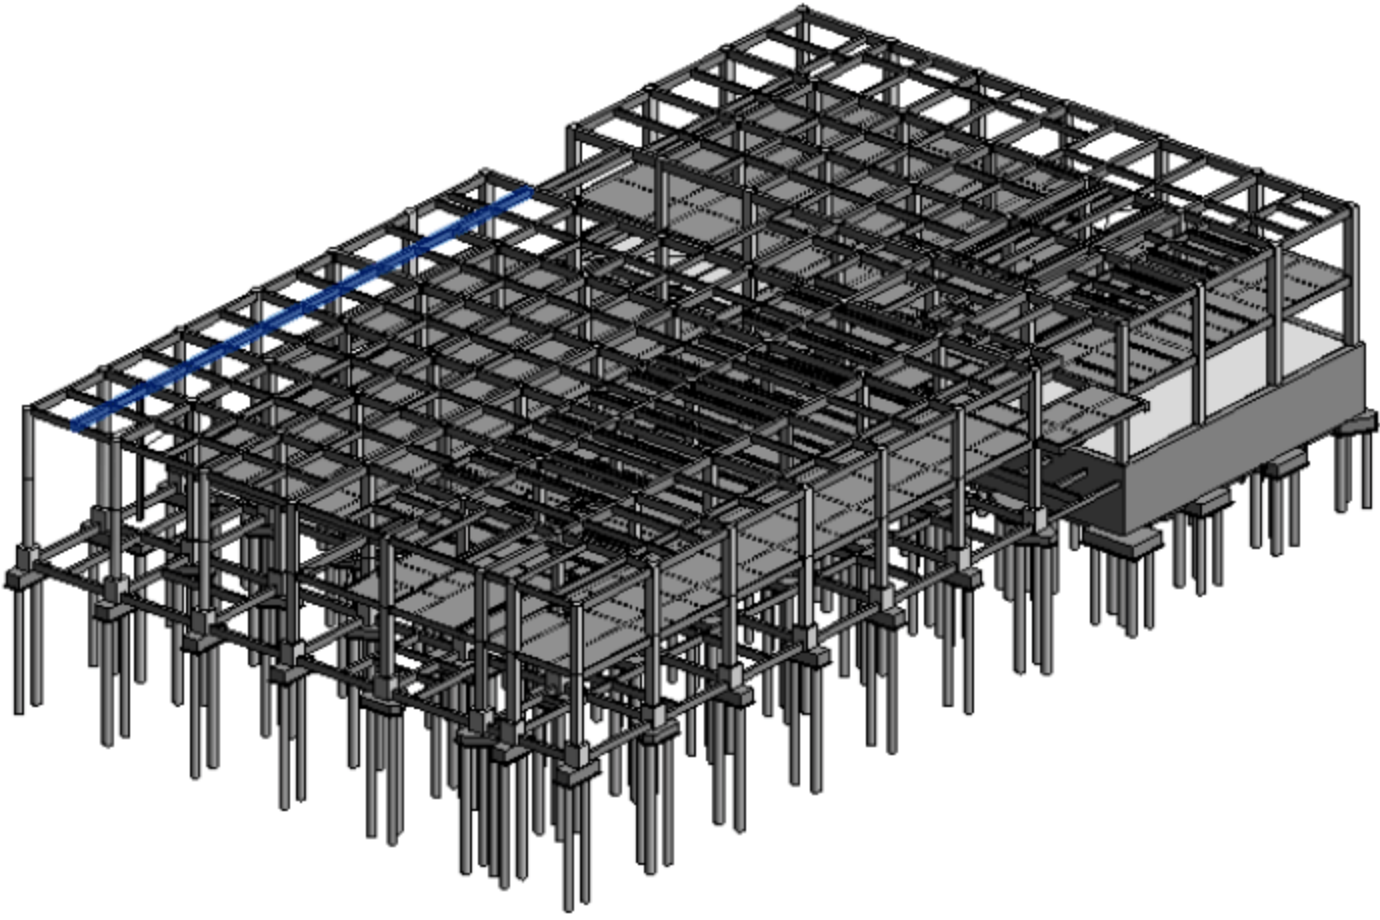
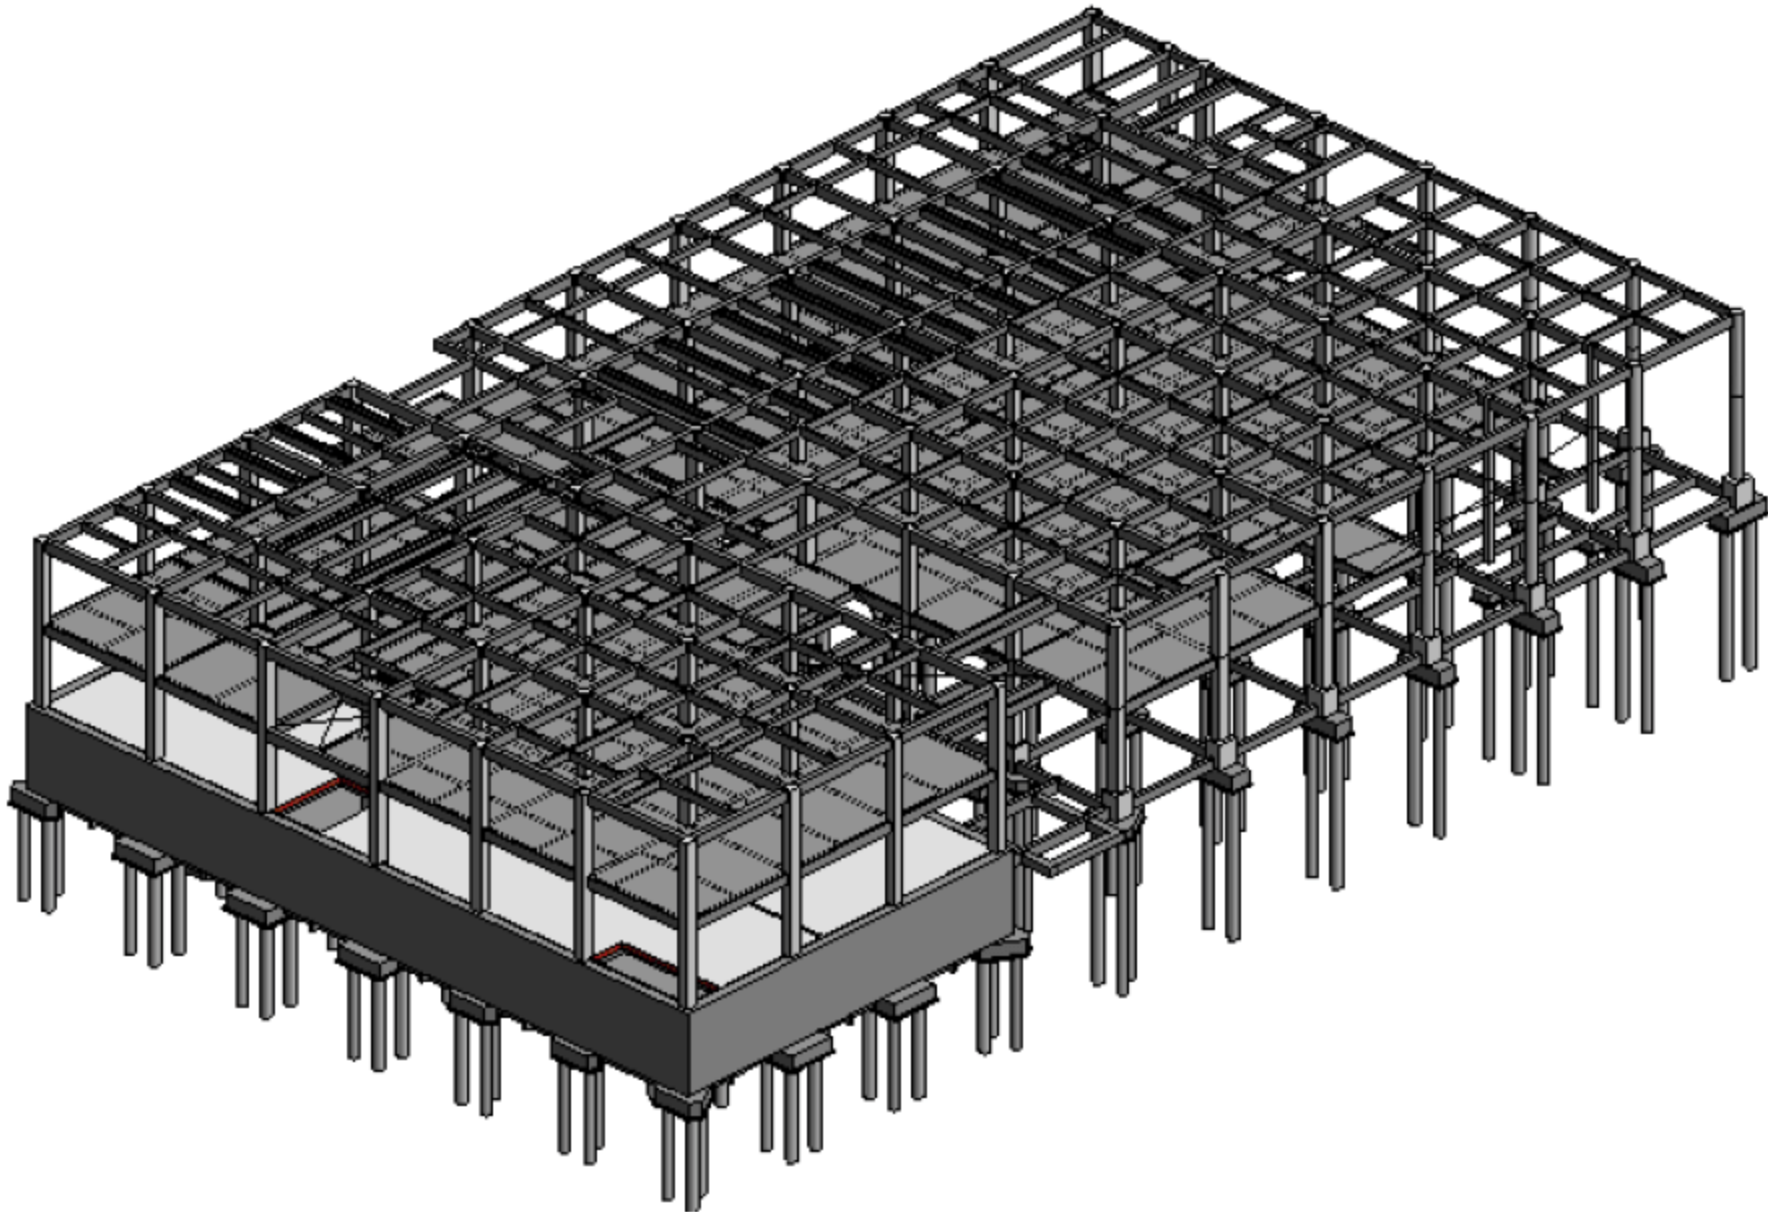

图 4.3.56 框架梁 3D 效果图 1
图 4.3.57 框架梁 3D 效果图 2
(5) 粘贴混凝土矩形梁，选择“粘贴”→“与同一位置对齐”命令，完成粘贴，完成后的 3D 效果如图 4.3.56 与图 4.3.57 所示。